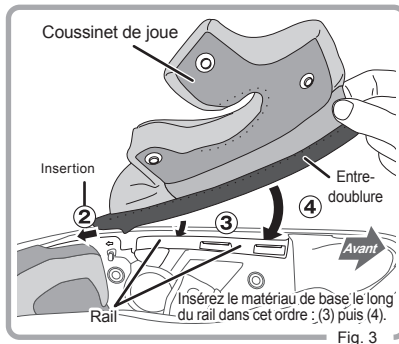

Fig. 3
2. Insérez la pointe de l'entre-doublure derrière le coussinet de joue dans la partie d'insertion. (Relevez légèrement la garniture en caoutchouc pour trouver la partie d'insertion). (Fig. 3)
- 3-4. Insérez l'entre-doublure dans l'espace prévu. (Fig. 3)